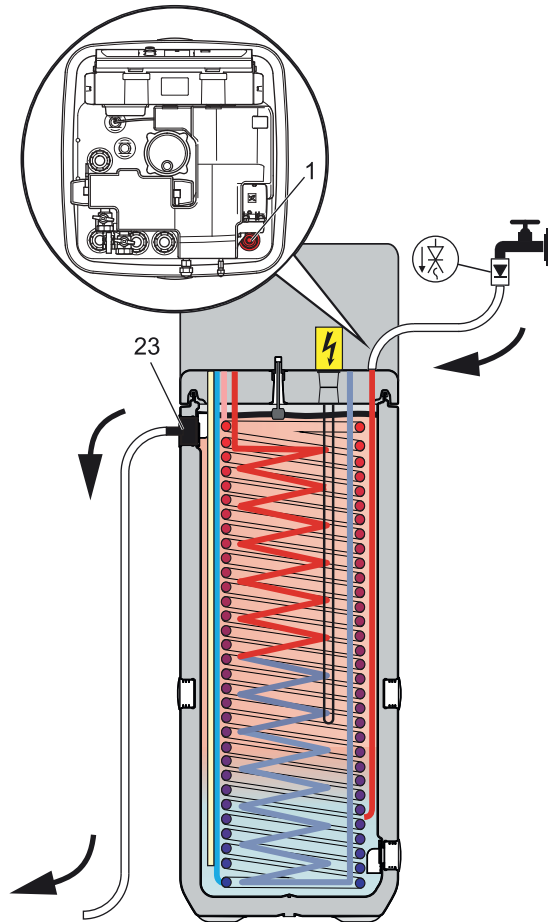

Bild 7-2 Befüllung Pufferspeicher - ohne Solarsystem
- **Füllschlauch** mit Rückflussverhinderer (1/2") an den **Anschluss "DrainBack Solar - Vorlauf"** (siehe Bild 7-2, **Pos. 1**) anschließen.
- Speicherbehälter der ROTEX HPSU compact **befüllen bis Wasser an dem Anschluss (Bild 7-2, **Pos. 23**) austritt**, welcher **als Sicherheitsüberlauf** angeschlossen wurde.